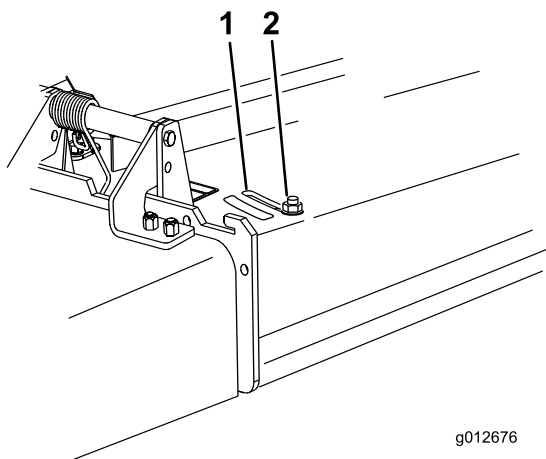

Figura 28
3. Para ajustar el deflector, afloje la tuerca (Figura 28).